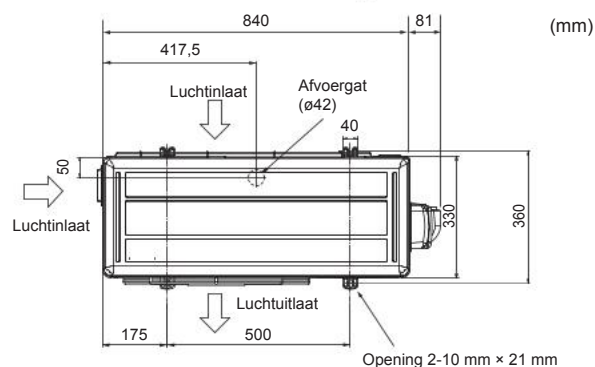

Fig. 3-1
3.1. Buitenunit (Fig. 3-1) Ruimte voor ventilatie en ruimte